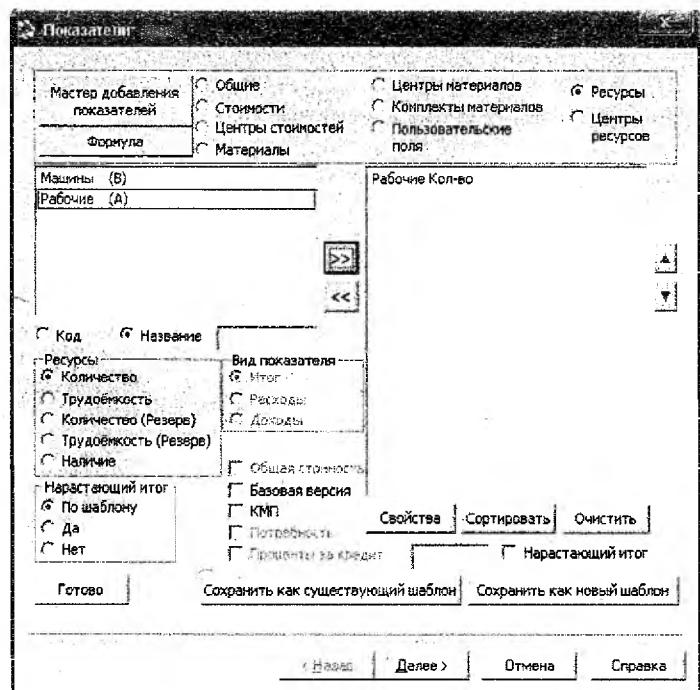

Рисунок 41 – Формирование отчета
11. Далее сформируйте отчёт. В рабочем окне программы найдите вверху значок **Отчёт – Общие отчёты и диаграммы – Диаграммы**. Перейдите по данному адресу. В появившемся окне введите имя диаграммы. Поставьте галочку возле значка **Ресурсы**. В перечне ресурсов поставьте галочку возле пункта **Количество**. В перечне **По периодам** выберите **По неделям**. Уберите галочку возле пункта **Нарастающий итог**. Выберите нужный вам ресурс (**Рабочий** или **Машина**). Добавьте его в правое поле ввода из левого с помощью специального значка **>>**. Нажмите кнопку **Далее** (см. п.11) (рисунок 41).